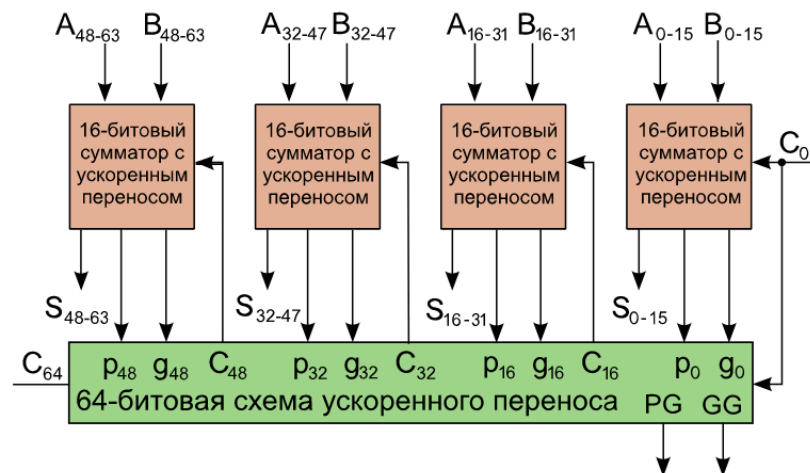

Рисунок 5.5 — Сумматор с групповым (параллельно-параллельным) переносом
2. с параллельно-параллельным переносом: группу формирует сумматор с ускоренным переносом, группы также соединяются через схему с ускоренным формированием переноса (рисунок 5.5).